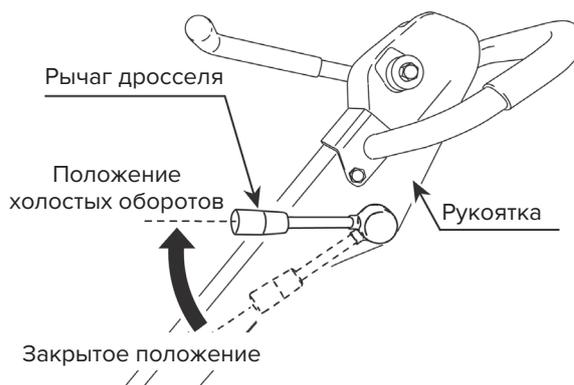

Рис. 15
- 2) Переместите рычаг дросселя в положение холостых оборотов (см. рис. 15).
- 2) Переметите рычаг дросселя в положение холостых оборотов (см. рис. 15).